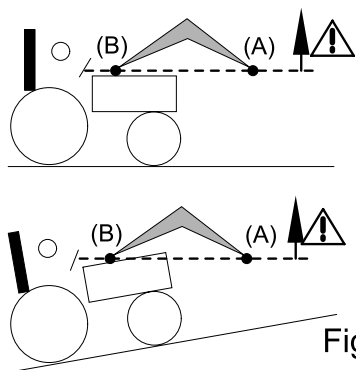

Fig. 2
- При подъеме и перемещении груза необходимо следить за грузом с момента, когда шарнир навесного оборудования (А) пересек горизонтальную линию, проходящую через шарнир погрузчика (В) [рис. 2]. При необходимости исправить положение навесного оборудования так, чтобы груз не был направлен в сторону водителя [рис. 3].
**ОПАСНОСТЬ:** Если груз не зафиксирован должным образом, существует опасность падения груза, когда шарнир навесного оборудования (А) выходит за пределы горизонтали шарнира погрузчика (В) [см. рис. 2].
**ОПАСНОСТЬ:** Запрещается углублять погрузчик, если шарнир навесного оборудования (А) выходит за пределы горизонтали шарнира погрузчика (В) [см. рис. 2].